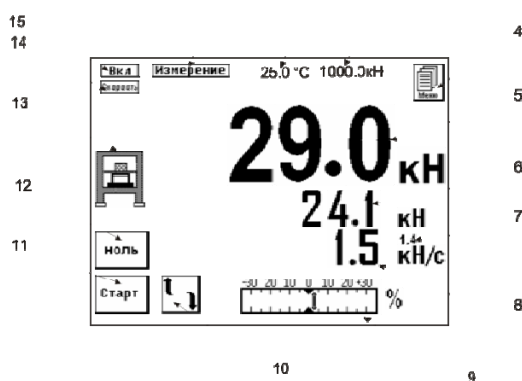

Рисунок 7.1 Вид дисплея пульта управления в рабочем режиме.
7.1.3. Нажать на сенсорную кнопку «СТАРТ/СТОП» см. п.11 рис.7.1.
7.1.4. При движении плиты с образцом вверх до соприкосновения с верхней плитой нажать на сенсорную кнопку установки нуля см. п.12 рис.7.1.
7.1.5. После разрушения образца и отвода нижней плиты считайте показания максимальной нагрузки см. п.5 рис.7.1. Если образец разрушился, а пресс продолжает испытания, то нажать сенсорную кнопку «СТАРТ/СТОП» см. п.11 рис.7.1.
7.2.3. Нажать на сенсорную кнопку «СТАРТ/СТОП» см. п.11 рис.7.1.
7.2.4. При движении нижней плиты с тензометрическим датчиком силы до соприкосновения с верхней плитой нажать на сенсорную кнопку установки нуля см. п.12 рис.7.1.
7.2.8. После завершения проверки нажать на сенсорную кнопку «СТАРТ/СТОП» см. п.11 рис.7.1.